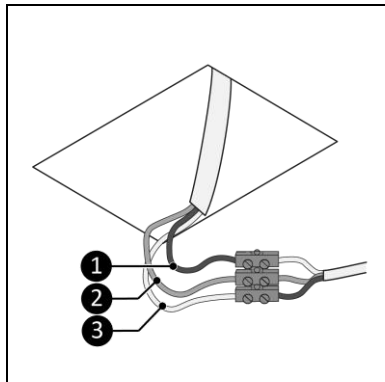

Abbildung 11
- Brauner Draht: Phase (Abbildung 11, Pos. 1);
- Gelb-grüner Draht: Erdung (Abbildung 11, Pos. 2);
- Blauer Draht: Neutral (Abbildung 11, Pos. 3).